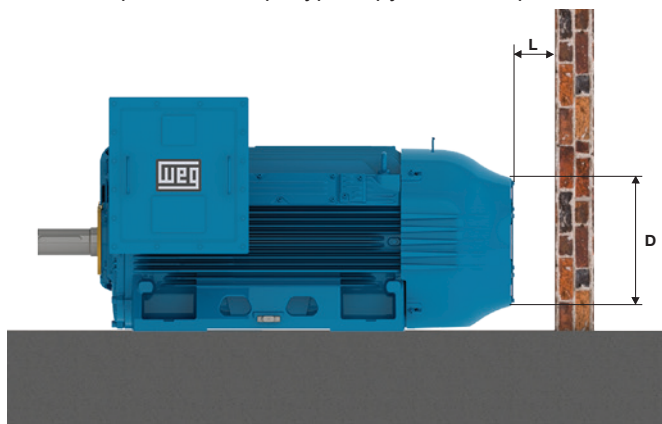

Рисунок 7.1 — Минимальное расстояние до стены
- Убедитесь, что отверстия для входа и выхода воздуха не заблокированы. Минимальное расстояние до ближайшей стены (L) должно составлять не менее диаметра кожуха вентилятора (D), см. рис. 7.1. Температура всасываемого воздуха должна быть равна температуре окружающей среды.